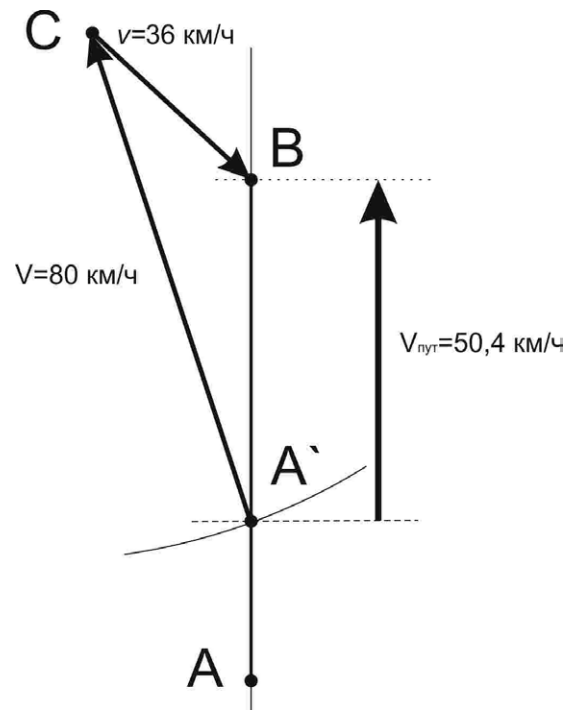

Рис. 3
На практике не обязательно делать вычисления по (5). Задачу легко решить графически на карте с помощью циркуля, линейки и транспортира. На рис. 3 показано решение задачи для перелета с юга на север с полетной скоростью 80 км/ч и скоростью северо-западного ветра 10 м/с = 36 км/ч.